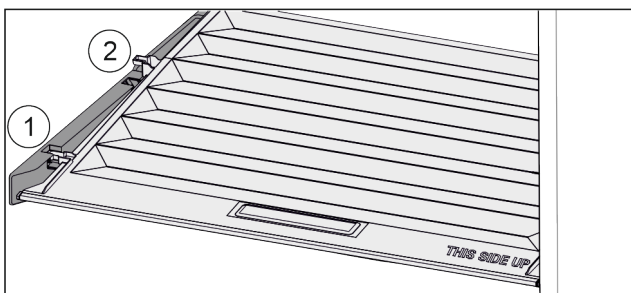

Fig. 22
- ▶ Издърпайте напред Fig. 22 (1) капака до отвора в задържащите части.
- ▶ Повдигнете го отзад отдолу и отстранете Fig. 22 (2) нагоре.